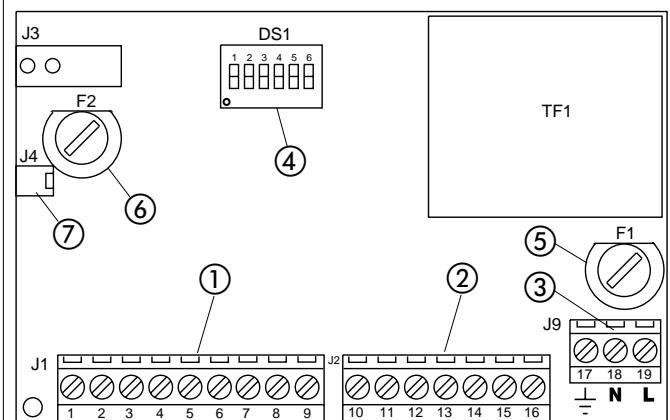

Abb. 19
Schutzsicherungen	N° 2 (siehe Abb. 19)
① Klemmenbrett J1 - (Abb. 19): zum Anschluß des gesamten Zubehörs (s. Tabelle 3)
- ② Klemmenbrett J2 - (Abb. 19)**
- ③ Klemmenbrett J9 - (Abb. 19)**